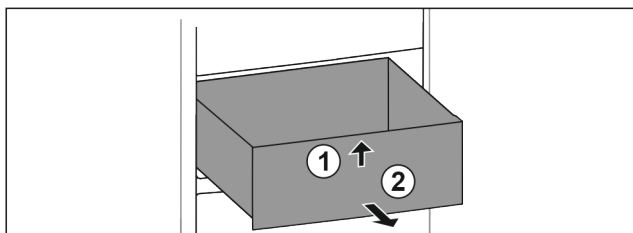

Fig. 33
- ▶ Unieść szufladę z przodu. Fig. 33 (1)
- ▶ Wyjąć szufladę do przodu. Fig. 33 (2)